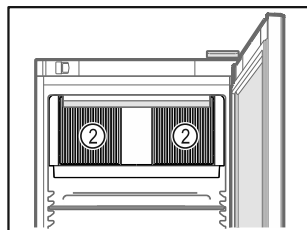

Fig. 74
- ❑ Lüftungsschlitze Fig. 74 (2) des Umluftgebläses im Innenraum freihalten.